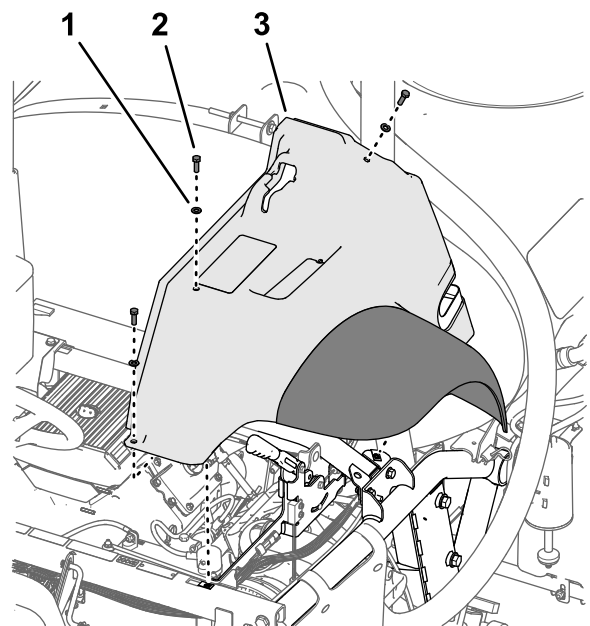

Figura 217
4. Montate, senza serrarlo, il parafrangimento al telaio (Figura 217) con i 3 bulloni (5/16" x 1") e le 3 rondelle (5/16") che avete rimosso al passaggio 2 di Rimozione dei parafrangimenti anteriori sinistro e destro (pagina 9).